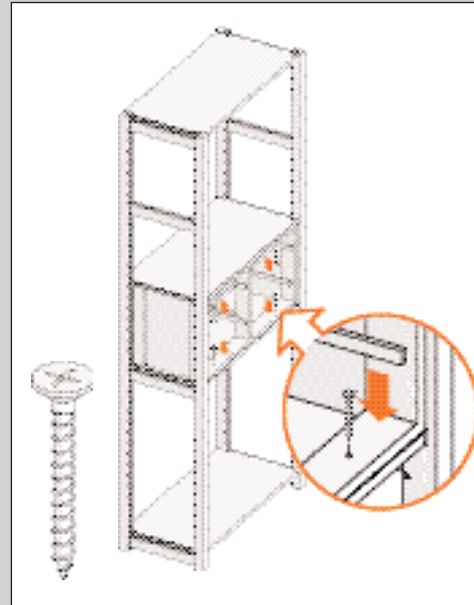

ABBILDUNG 7
3. Verschrauben Sie die Ober- und Unterseite des Schubladenblock-Rahmens mit dem Fachboden (siehe Abb. 7).